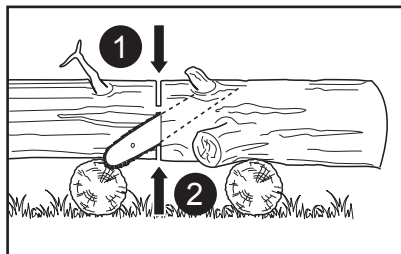

Fig. 32
3. Cuando el tronco está apoyado en ambos extremos (Fig. 32), corte 1/3 del diámetro de la parte superior (seccionamiento superior). A continuación, realice el corte final haciendo un seccionamiento inferior en los 2/3 inferiores hasta encontrarse con el primer corte.